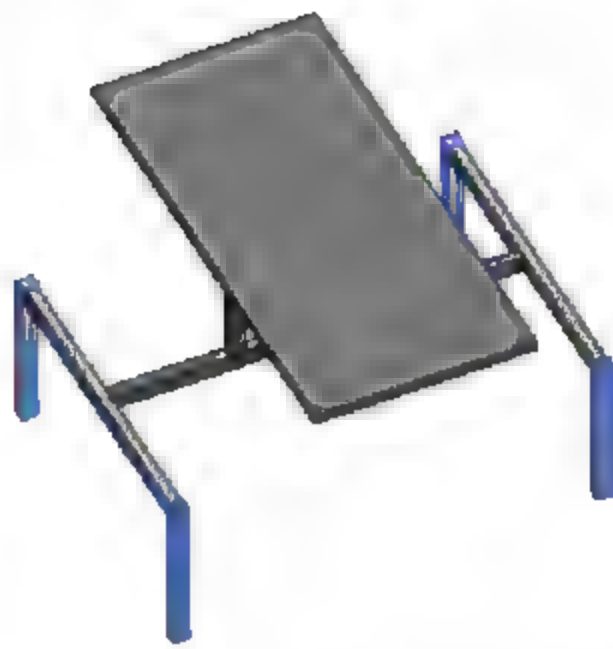

图 8.3.14 支架 F 效果图
(15) 编辑可见性并添加材质。首先,选中支架 F 图元,在“属性”面板中编辑“可见性/图形替换”选项,取消“平面/天花板平面视图”复选框的选择,单击“确定”按钮。其次,添加支架 F 的材质,选择或添加“不锈钢”类型,单击“确定”按钮,如图8.3.14所示。